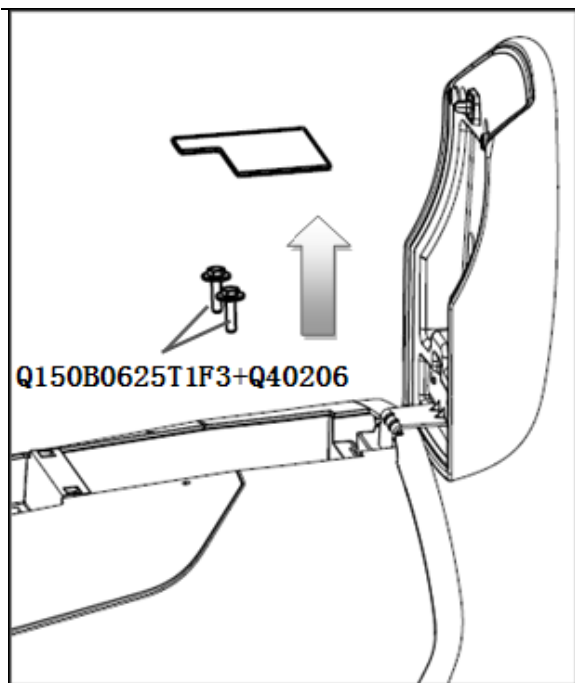

图 1.6.13 副仪表板固定螺栓的拆卸
- (2) 从储物盒中取出杂物盒底部毡垫，用长柄10号六角套筒将固定副仪表板本体与后部安装支架的两个螺栓松开并取出螺栓，再将扶手放回到原来状态。如图1.6.13所示；
- (3) 用10号六角套筒将固定副仪表板本体与仪表板下本体的两个螺栓(Q1840620T1F3六角法兰面螺栓)松开取下,用十字螺丝刀将固定副仪表板本体与换挡操纵机构的螺钉(BYDQ2610523T1F3六角头自攻锁紧螺钉)松开取下。如图1.6.13所示;